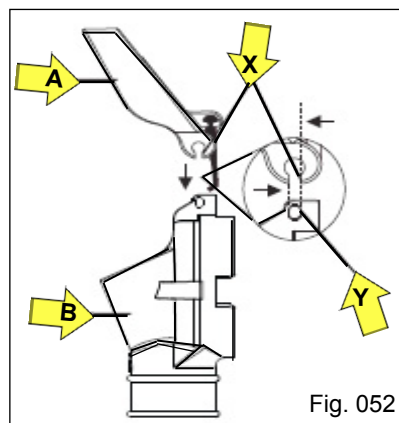

Fig. 052
a) Incline a tampa do bocal "A" de forma que a mesma fique alinhada com a face plana do canal oblongo "X", direcionando ao encaixe "Y" do pino do boca (Fig. 052);